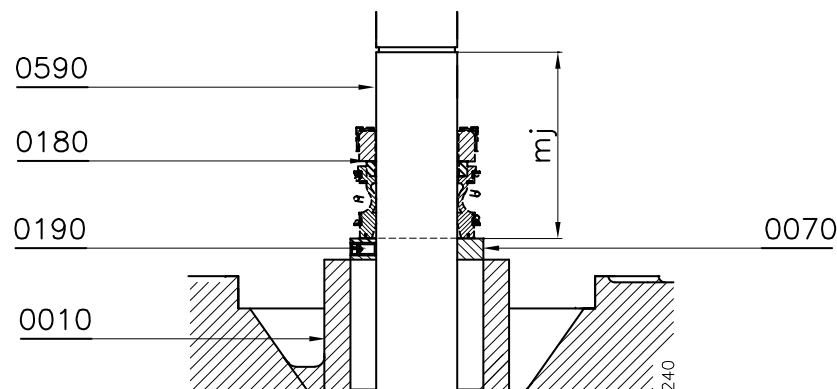

Abbildung 14: Abstand mj.
- 1 Der Stelling (0060) wird montiert und mit der Stellschraube (0280) arretiert, siehe Abbildung 14. Richtiger Abstand siehe Wert **mj** in der nachstehenden Tabelle: